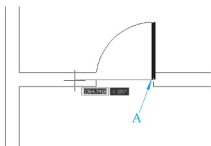

图 2.89 确定圆弧的长度
(12) 在**指定圆弧的端点或[角度(A)/长度(L)]**:提示下,打开【正交】功能,将光标水平向左拖动(图 2.89),在任意位置单击,确定逆时针绘制的 1/4 个圆弧。